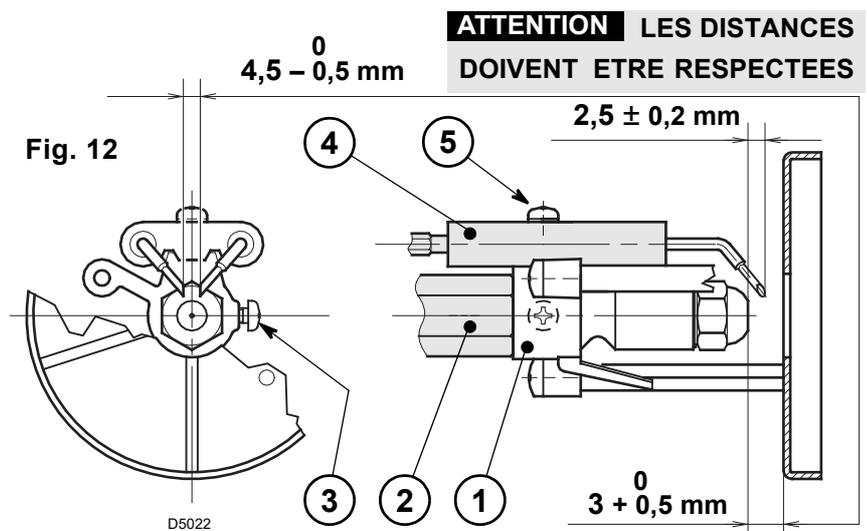

Fig. 12
- Accrocher le brûleur à la bride (1), enlever le gueulard (2) après avoir desserré les vis (3).
- Débrancher les câbles (4) des électrodes, enlever de la ligne porte gicleur le support de l'accroche flamme (5) après avoir desserré la vis (3, Fig. 12, page 7).
- Visser correctement le gicleur (6) en le serrant comme indiqué en figure.
- Enlever la ligne porte gicleur (1) après avoir desserré les vis (2), dévissé l'écrou (3), débranché les câbles (4) de la boîte de contrôle, la capteur flamme (6) et la prise (10).
- Débrancher les câbles (4) des électrodes, enlever de la ligne porte-gicleur (1) le support de l'accroche-flamme (11) après avoir desserré la vis (3, Fig. 12).
- **Visser correctement le gicleur (12) en le serrant comme indiqué en figure.**
4.3 REGLAGE DES ELECTRODES (voir Fig. 12)
- Changer le gicleur, (voir Fig. 10, page 6) et contrôler si les électrodes sont placées correctement (Fig. 12, page 7).